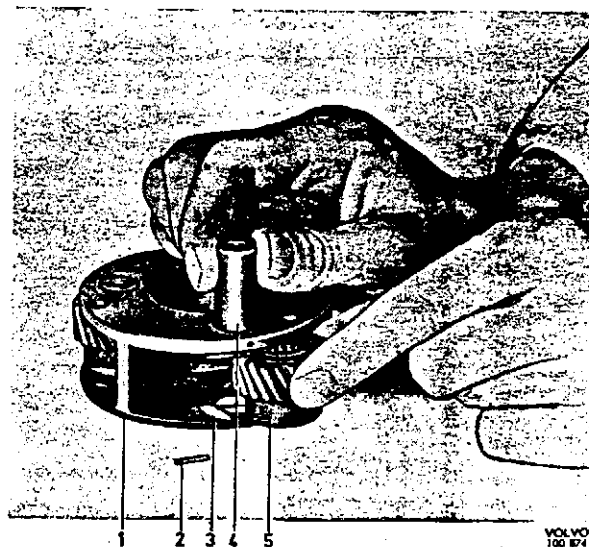
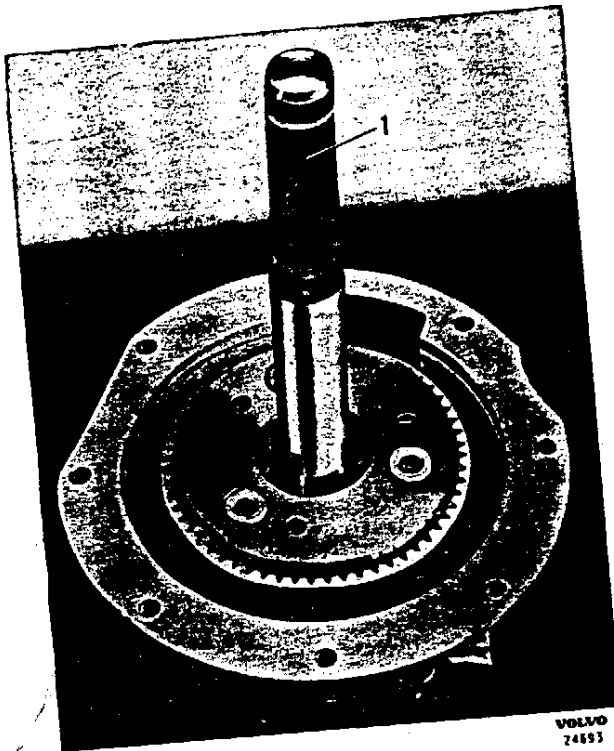
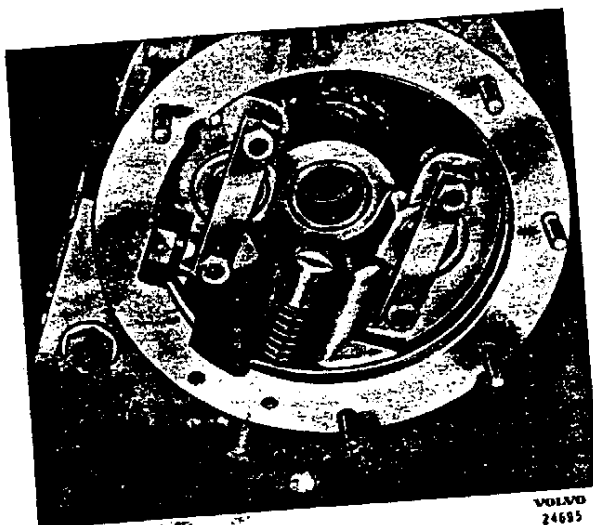

Abb. 25 Einbau des Planetenrades, I
Abb. 26 Einbau des Planetenrades, 11
Abb. 27 Zusammenbau der vorderen Gehäusehälfte
5. Nadellager (39) mit dem Dorn SVO 2417 in die Planetenräder (38) einpressen. Die Lager sollen etwas unter den Seitenflächen der Räder liegen. Planetenradträger, Achsen, Scheiben und Planetenräder zusammenbauen, siehe Abb. 25. Die Keilnuten im Planetenradträger und in der Freilaufnabennabe mit dem Dorn SVO 2420 einrichten, so daß diese gegenüber liegen, siehe Abb. 26.
6. Sonnenrad (46) in die Kupplungslamelle (43) einbauen. Schrauben, Drucklager und Drucklagerhalter zusammensetzen. Drucklager an der Kupplungslamelle anbringen.
7. Kolben (14) in die vordere Gehäusehälfte einbauen. Kupplungslamelle, Bremstrommel (41), Druckfedern (54), vordere Gehäusehälfte und Druckplatten (50, 56) zusammenbauen, siehe Abb. 27. Beim Zusammenbau sind beide Seiten der Bremstrommel mit Dichtungsmittel zu bestreichen.